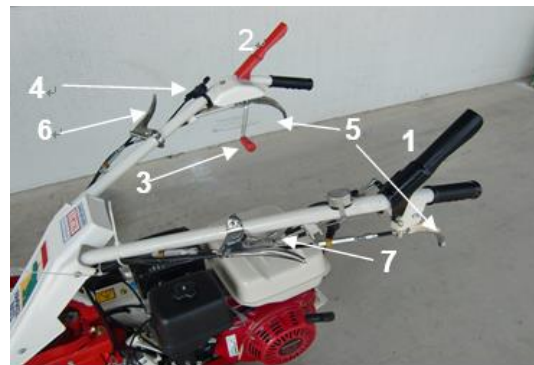

Figura 8
• Lavorare sempre con il motore al massimo regime di rotazione. Abbassare completamente la leva della frizione lame (2, Figura 8) quindi sollevare gradualmente la leva di tensione del rotore (3, Figura 8) fino a quando il meccanismo di blocco si innesti.